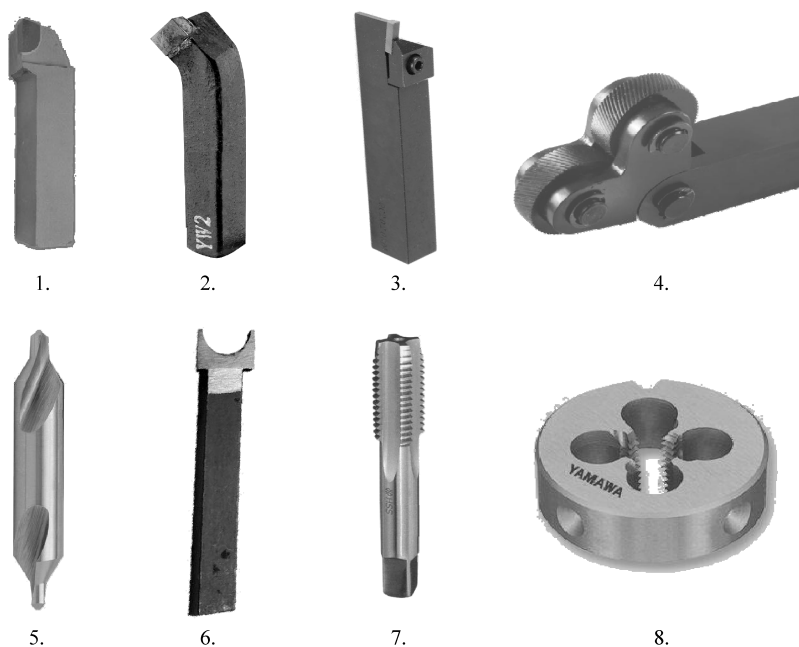

图 5.3 车床常用刀具
3. 硬质合金与高速钢是两种常用的刀具材料, 请简要说明这两种刀具材料的特性及适用场合, 并说明图 5.3 所示中刀具的名称、用途及材质。(28 分)